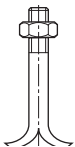

Fig. 8: Șuruburi de ancorare
- Prindeți șuruburile de ancorare (vezi fig. 8) în alezajele prevăzute.